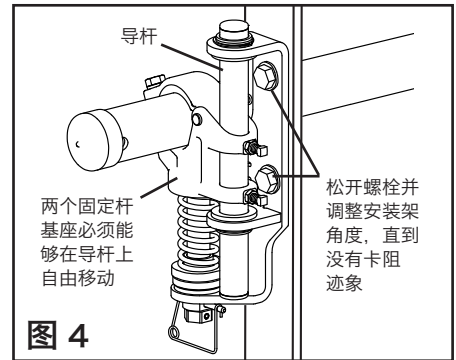

图 4
4. **确保张紧装置能够自由移动。** 上拉和下推固定杆两端，确保固定杆基座能够在导杆上自由移动。如果有卡阻迹象，请松开安装基座和枢轴上的螺栓，直至张紧装置能够自由移动 (图 4)。重新拧紧螺栓。